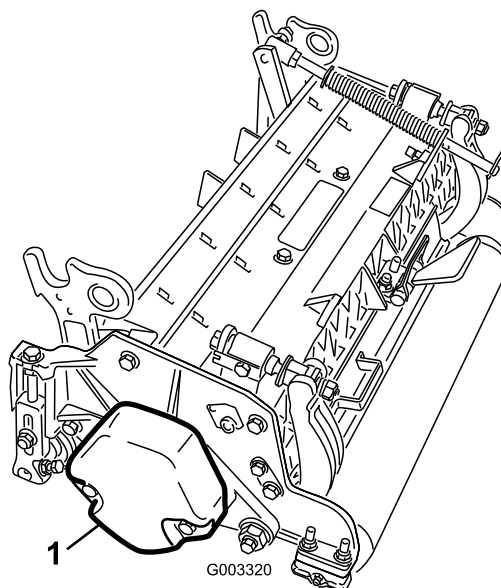

Figura 4
3. Asegúrese de que el contrapeso (Figura 4) está instalado en el extremo correcto de la unidad de corte, según lo indicado en el *Manual del operador* de la unidad de corte.